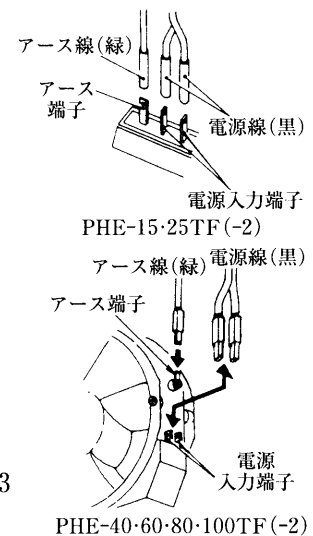

図3
- ④ アース端子を取外してください。（図3）
- ① 取外したアース端子を交換用ファンに付替えてください。（図3）